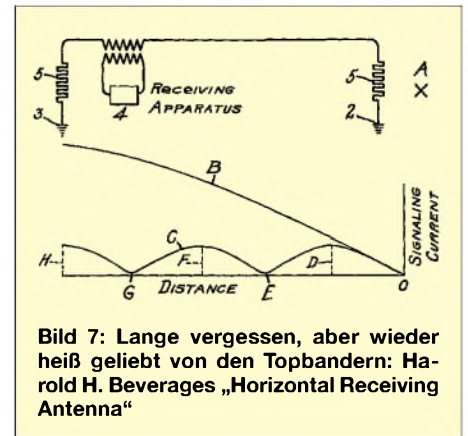

Bild 7: Lange vergessen, aber wieder heiß geliebt von den Topbandern: Harold H. Beverages „Horizontal Receiving Antenna“
Bild 7: Eine Fotomontage von der Sonnenfinsternis am 21. Juni 2001. In der Mitte ein Sonnenbild im extremen Ultraviolett (Wellenlänge 30,4 nm), umgeben vom Strahlenkranz der Korona, wie er sich in Deutschland zeigte. Das Ganze wird eingerahmt von einer künstlichen Sonnenfinsternis im Röntgenlicht, die mit Hilfe der Raumsonde SOHO erzeugt wurde. Fotos: SEC Boulder (3)
In der US-Patentschrift 1,381,089 (Bild 7) beschreibt Harold H. Beverage die wohl bekannte, sehr eng bündelnde und effiziente Empfangsantenne. Signale vom Sender (A) induzieren einen kleinen Strom in die Antenne. Wenn die Geschwindigkeit dieses Stroms im Draht gleich ist zu der des Signals im Raum, wird das Signal bis zum Punkt 3 ansteigen und im Empfänger (4) ein starkes Signal produzieren.